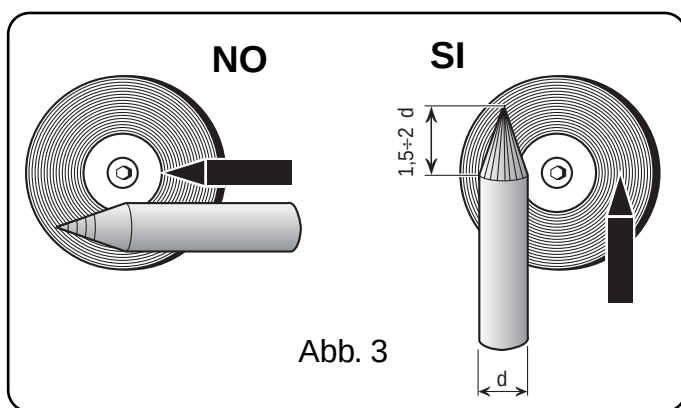

Abb. 3
Die Vorbereitung der Elektroden Spitze erfordert besondere Aufmerksamkeit. Die Elektrode leicht anschleifen, so daß sie vertikale Riefen aufweist (siehe Abb. 3).
- Die Wolframelektroden spitze auf einer Länge, die dem 1,5 bis 2-fachen des Elektrodendurchmessers entspricht, konisch anschleifen (Abb. 3)